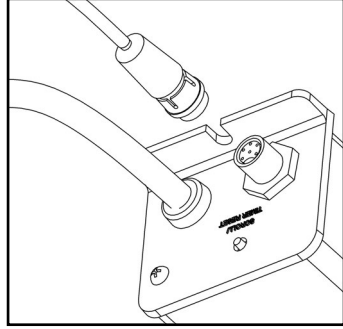
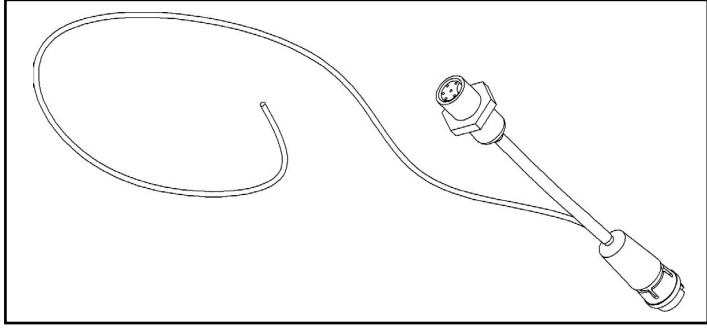

FIGURE 5B
FIGURE 5A
6. *Sortie 4-20 mA (en option)* : Pour ceux qui veulent pouvoir transmettre, à l'aide d'un signal 4-20 mA, les données sur l'intensité UV à un lieu éloigné, un câble " Y " de 20 mètres de long (65 pi) est vendu en option chez votre détaillant (Figure 5A). Pour l'obtenir, commander le câble no 260134. Pour l'installer, vous devez premièrement débrancher le câble original du capteur du contrôleur Cobalt " Plus " (Figure 5B) et y brancher le nouveau câble " Y " (Figure 5C). Ensuite, brancher l'extrémité mâle du câble original du capteur à l'extrémité femelle du nouveau câble " Y " ; Finalement, brancher le câble 4-20 mA à l'appareil approprié et s'assurer que tous les raccordements sont bien serrés.